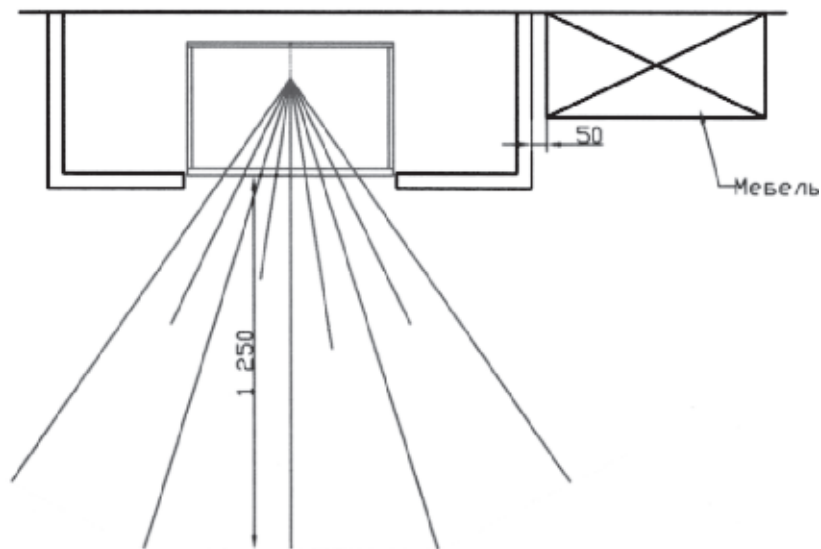

Рис. 5
- по сторонам Н+200 мм (минимум 300 мм), рис. 5.